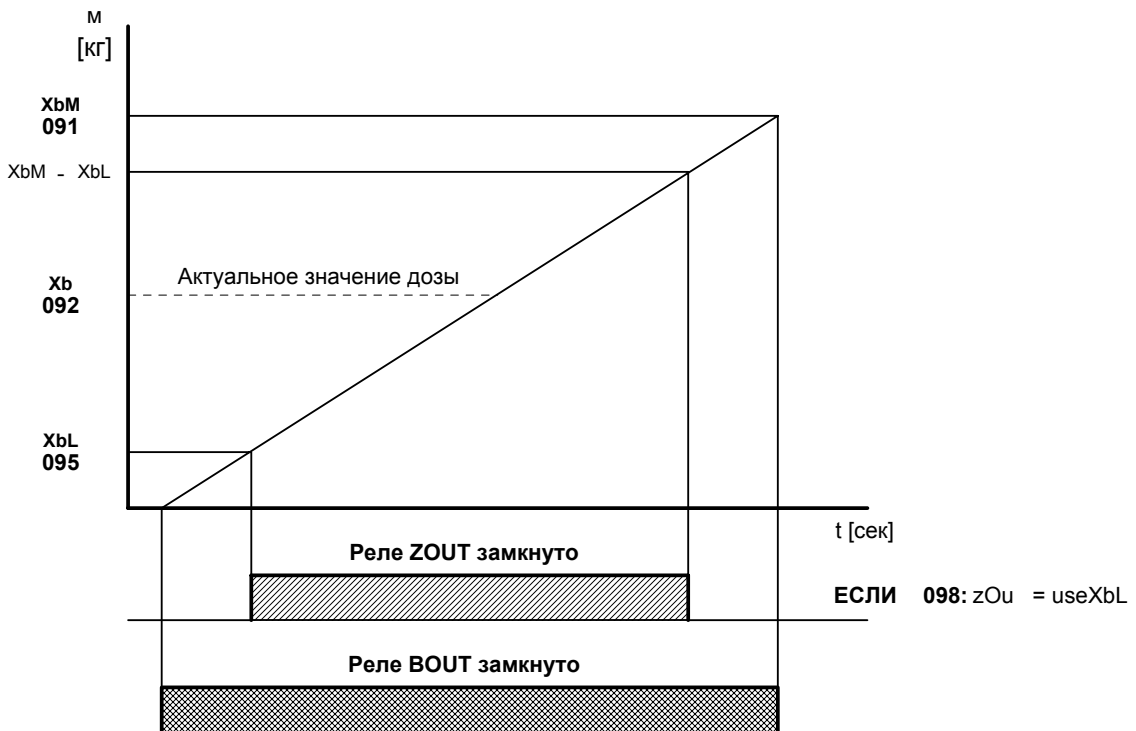

Рисунок 2. Временная диаграмма управления дозированием
С помощью прибора может быть реализована также и функция управления дозированием. Дозирование может производиться либо на основании суммированной массы, либо на основании суммированного объема. Дозирование может быть двух типов. В первом случае прибор реализует простое управление дозированием. Для управления дозированием служит реле **BOUT**. Его контакты замыкаются и остаются замкнутыми в процессе всего дозирования, то есть до тех пор, пока через расходомер не протечет установленная масса **XbM**. Выход **BOUT** можно называть выходом “медленного” дозирования. Во втором случае наряду с выходом **BOUT** управляющий сигнал выдается и выходом **ZOUT**. Тем самым можно реализовать так называемое управление “медленным” и “быстрым” дозированием. Реле **BOUT** работает так же, как и в предыдущем случае. При $X_b > X_{bL}$ контакты реле **ZOUT** замыкаются, затем, при $X_b > (X_{bM} - X_{bL})$ - размыкаются. Выход **ZOUT** можно называть выходом быстродействующего дозирования (см. рисунок 2). Оба реле могут управлять магнитным клапаном или насосом. При управлении необходимо учесть нагружаемость выходных реле и, при необходимости, применить устройство сопряжения. Когда оба реле замкнуты (оба насоса работают, или же оба магнитных клапана открыты), скорость потока велика, реализуется быстрое дозирование. Когда же разомкнуто только одно из реле (**BOUT**), поток определяется насосом (магнитным клапаном), управляемым при его помощи, в результате чего скорость потока невелика, реализуется медленное дозирование, зато точность дозирования возрастает. Способ управления дозированием выбирается при помощи данных 098:zOu в меню **Outputs**. Если данные 098:zOu находятся в состоянии **useXbL**, то дозированием можно управлять с помощью двух реле. Если $X_{bL} > X_{bM}/2$, то реле **ZOUT** во время дозирования не будет работать.
- XbL** Величина дозы до и после быстрого дозирования, то есть значение величины, наполняемой потоком низкой скорости (см. рисунок 2!)